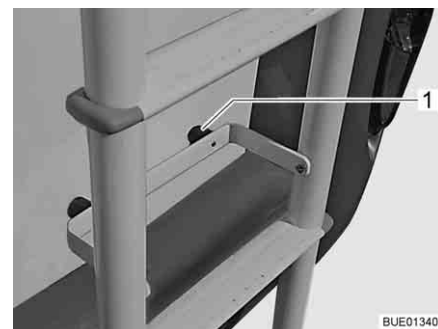

Bild 3 Hopfällbar steg, stegen ned-fälld
- Sätt skyddsbygeln med gummiknopparna (Bild 3,1) mot fordonsväggen.